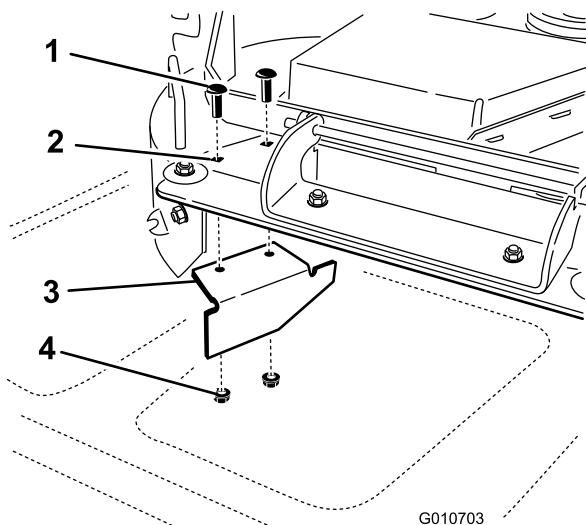

Figura 39
14. Localice el tabique en la bolsa de piezas sueltas. Retire las fijaciones de los taladros traseros de la placa de descarga. Instale el deflector en el orificio de descarga lateral de la carcasa de corte (Figura 39).